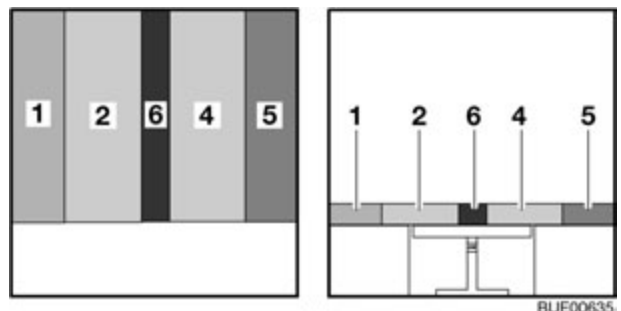

Fig. 103 Después de la transformación
- Colocar el cojín adicional (Fig. 103,6) entre los cojines del asiento (Fig. 103,2 y 4).